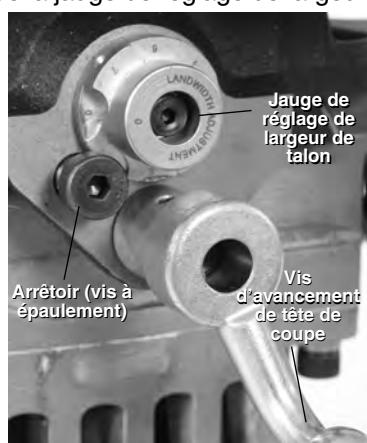

Figure 18 – Réglage de largeur de talon
6. Réglez la largeur du talon de biseautage voulue (Figure 18) à l'aide de la jauge de réglage de largeur de talon. Un réglage à « 0 » ne laissera aucun talon sur l'extrémité du tuyau. Chaque graduation de la jauge modifie la largeur du talon par approximativement $\frac{1}{32}$ " (0,8 mm). Graduation n° 1 ~ 0,03" (0,8 mm), graduation n° 2 ~ 0,06" (1,6 mm) etc. Alignez la graduation voulue avec la base de l'arrêteoir.
8. Tournez la vis d'avancement de la tête de coupe progressivement en sens horaire (Figure 18) pour entamer le biseautage jusqu'à ce que l'arrêteoir vienne à buter contre la jauge de réglage de largeur de talon. Ceci se fait sans huile de coupe ni liquide de refroidissement.